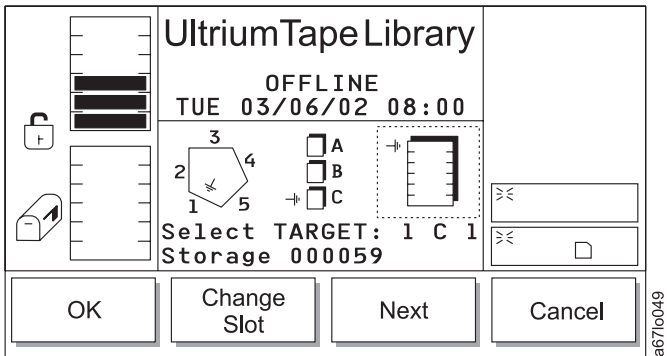

Abbildung 117. Dialog für Fachwechsel
- Wird **Next** ausgewählt, ändert sich der aktuelle Quellenparameter von einem Magazin in ein Ablagefach, und der Dialog für Fachwechsel erscheint (siehe Abb. 117).
Tabelle 66. Übersetzung von Abb. 117, Dialog für Fachwechsel